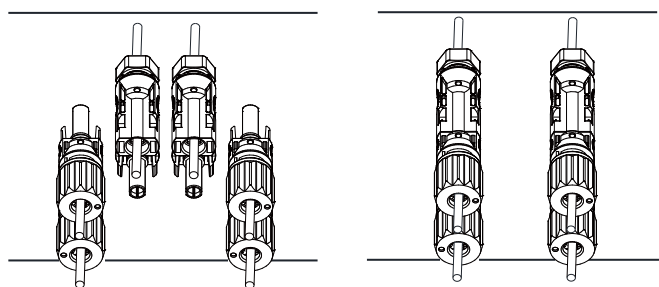

Figura 5.6 Conexão de Entrada CC
- d. Para concluir o procedimento, conecte o conector CC nas entradas positiva e negativa do Inversor, conforme ilustrado na figura 5.6.